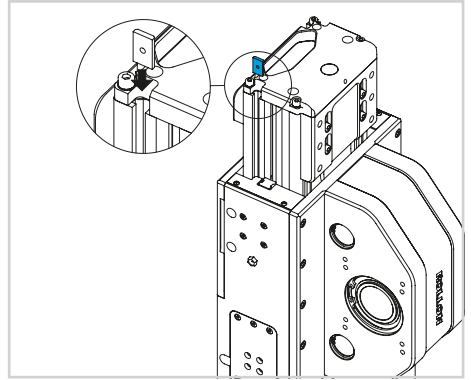

図 26
- 2) 固定ナットを、上部プレートに通じるプロファイルスロットに挿入します。プロファイルの下側に取り付けられるセンサードッグについても、この作業を繰り返します (図 26)。